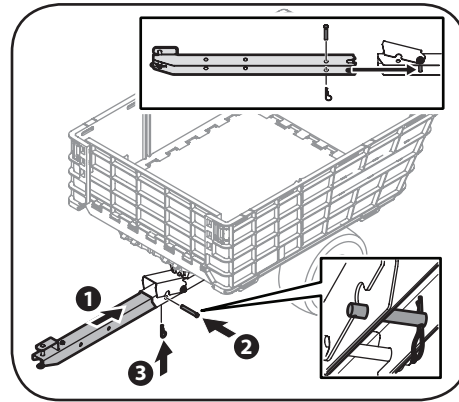

Figura 3-9
13. Deslice el conjunto de lengüeta en la ménsula de lengüeta tal como se muestra en la Figura 3-9. Alinee el orificio que se encuentra más atrás con el orificio de la ménsula de lengüeta e inserte el pasador de chaveta a través del conjunto de lengüeta y la ménsula de lengüeta. Fije el pasador de horquilla con el pasador de chaveta tal como se muestra en la Figura 3-9.
14. Asegúrese de que el pasador de horquilla quede instalado en el interior del conjunto de lengüeta y la ménsula de lengüeta tal como se muestra en el recuadro de la Figura 3-9.